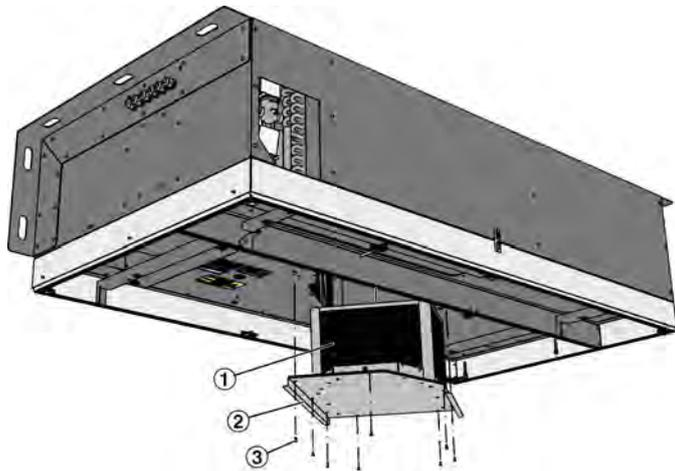

Abb. 76: Wärmerückgewinner reinigen
3. ▶ Schrauben (Abb. 76 /3) am Revisionsdeckel (Abb. 76 /2) des Wärmeübertragers (Abb. 76 /1) lösen und den Wärmeübertrager mit Revisionsdeckel nach unten aus dem Gerät herausziehen.
Wärmerückgewinner (Abb. 76 /3) mit warmem Wasser (max. 40 °C) ausspülen (z. B. mit einem handelsüblichen Duschkopf).